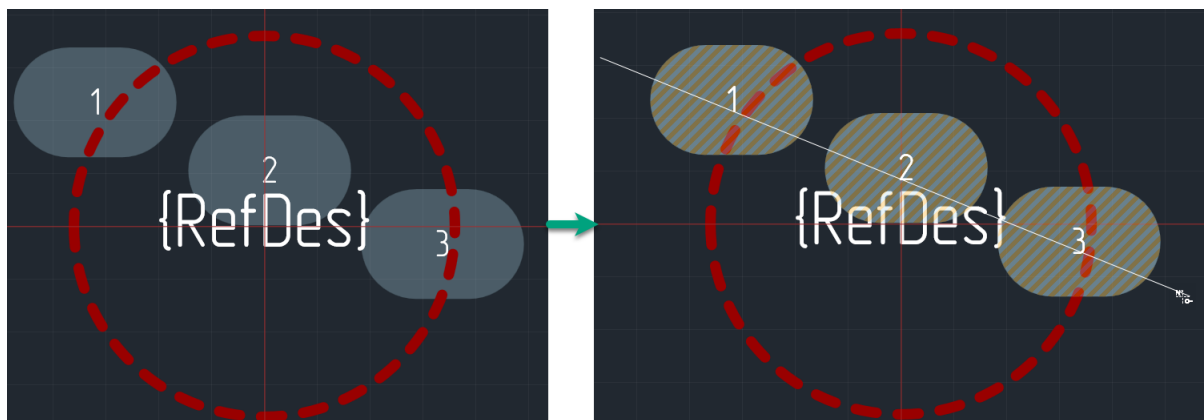

Рис. 143 Линия перенумерации
2. Переместите курсор в рабочую область и задайте линию перенумерации: для этого в выбранной точке нажмите левую кнопку мыши и переместите курсор в другую точку, между ними отобразится линия, см. Рис. 143.